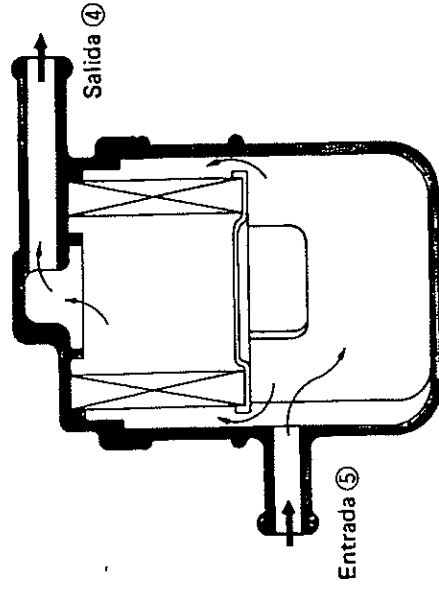

Fig. 5-8
En la Fig. 5-8 anterior, se observa el filtro de combustible en posición correcta, con la salida (4) en el lado superior y la entrada (5) en el inferior. Recuerde las posiciones relativas de la entrada y la salida al instalar los tubos del filtro.